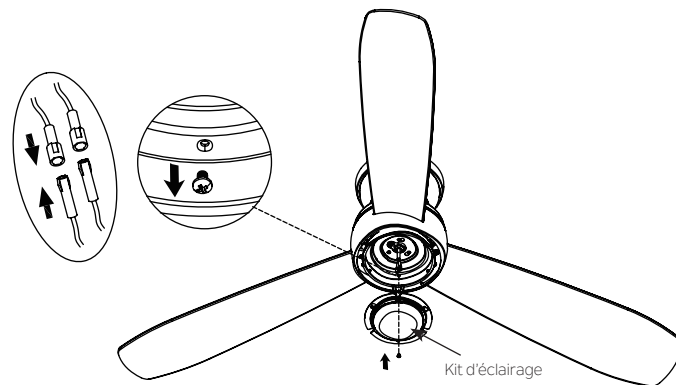

Fig. 15
Étape 1. Tenez le kit d'éclairage près du boîtier du commutateur et connectez les fils BLANCS du kit d'éclairage et du ventilateur en poussant les connecteurs ensemble. Suivez la même procédure avec les fils NOIRS. (Fig. 15).
Étape 2. Rassemblez soigneusement les connexions dans le kit d'éclairage. Retirez l'une des trois vis pré-installées sur le boîtier du commutateur et conservez-la pour une utilisation ultérieure. Desserrez les deux autres (ne les retirez pas). Placez les deux fentes du kit d'éclairage sur les deux vis préalablement desserrées du boîtier de l'interrupteur. Faites pivoter le kit d'éclairage jusqu'à ce qu'il se verrouille en place à l'extrémité étroite des trous de serrure. Fixez-le en serrant les 2 vis précédemment desserrées et celle précédemment retirée. (Fig. 15)